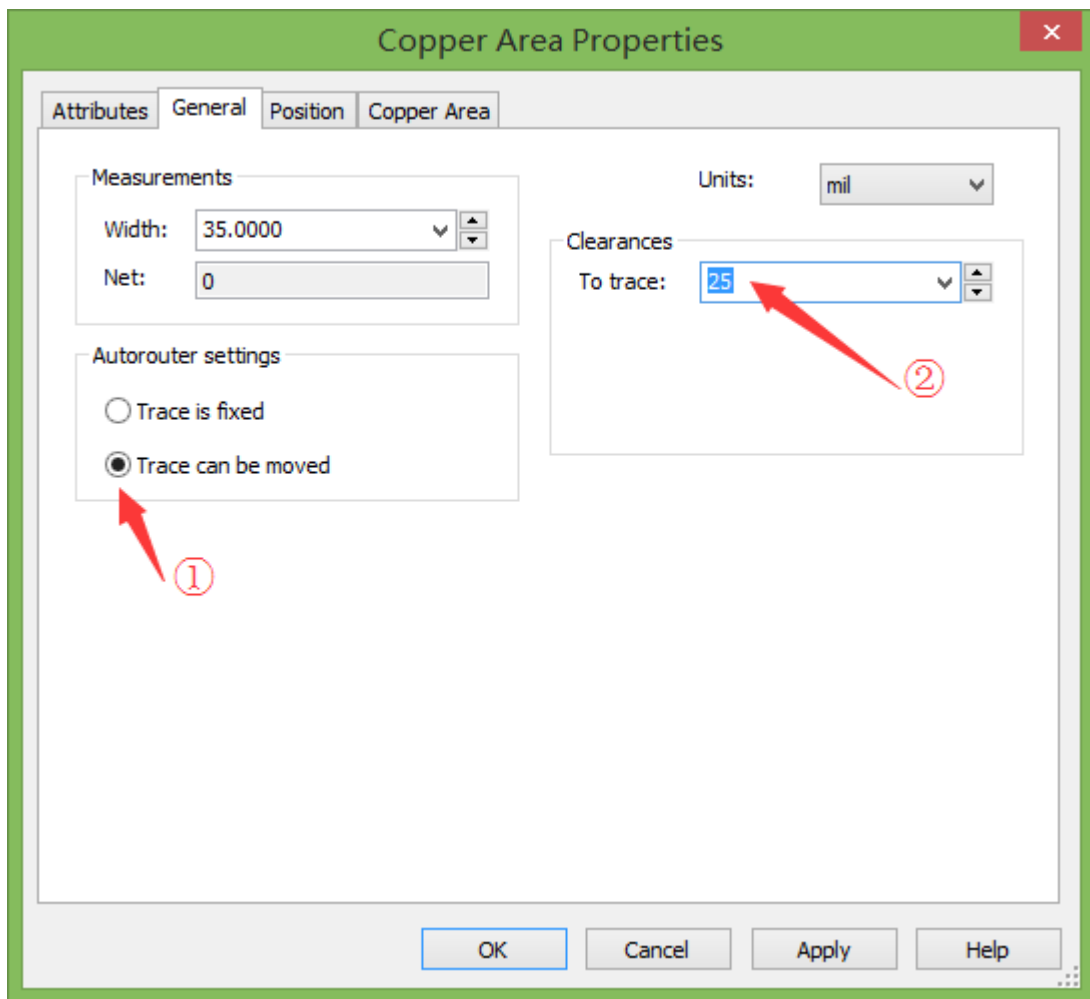

图 3.4-7 敷铜属性设置
6)、在弹出的敷铜属性对话框中选中 General 选项卡，将 Autoroute settings 中的选项选择为“Trace can be moved”，将 Clearance 中的 To trace 值设置为 25mil(此处需要注意 Units 中的单位是否为 mil)，最后点击“Ok”按钮，如图 3.4-7 所示。